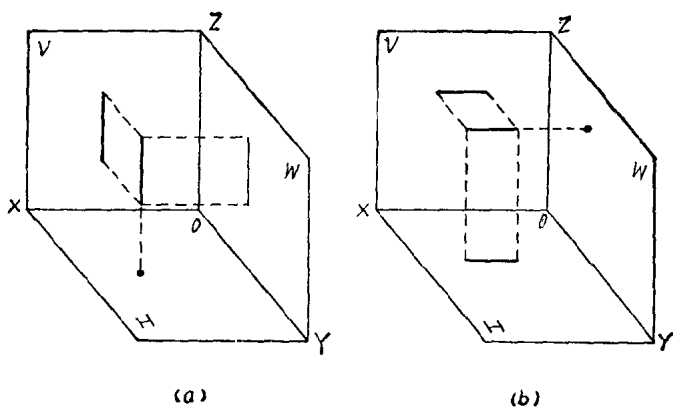

图 1-8
2. 一条线在空间时，它在各投影面上的正投影，是由点和线来反映的。如图 1-8 (a) (b)，是一条竖直向下和一条